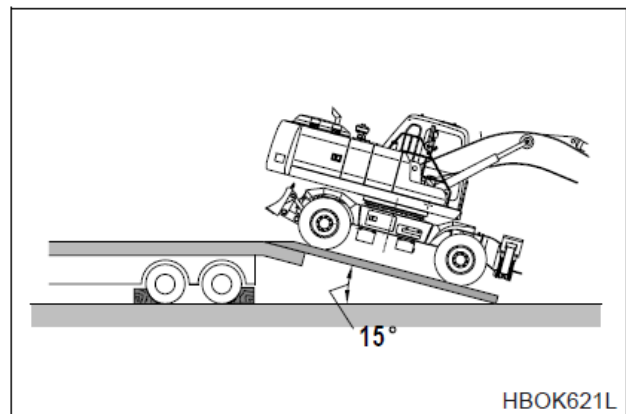

Рис. 3
4. Машина не требует демонтажа при стандартной транспортировке по дорогам. При необходимости демонтировать стрелу и рукоять противовеса утяжелит заднюю часть машины. При погрузке следует подавать машину на трейлер так, чтобы задняя часть экскаватора с противовесом оказалась на пандусе сначала. (Рис. 3)